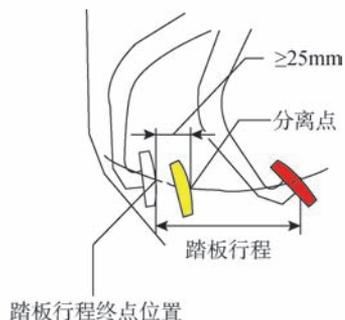

图 2-40 离合器分离点检查
检查离合器分离点	<p>(1) 检查离合器分离点。</p> <ol style="list-style-type: none"> 1) 拉紧驻车制动手柄并安装车轮止动楔。 2) 启动发动机并使其怠速运转。 3) 未踩下离合器踏板时, 缓慢移动换挡杆至倒挡, 直至齿轮接触 4) 逐渐踩下离合器踏板, 并测量从齿轮噪声停止点(分离点)到踏板行程终点位置的行程距离, 如图 2-40 所示。标准距离为 25mm 或更长(自踏板行程终点位置至分离点)。 <p>(2) 如果该距离不符合规定, 则执行以下程序:</p> <ol style="list-style-type: none"> 1) 检查踏板高度。 2) 检查推杆行程和离合器踏板的自由行程。 3) 对离合器管路进行放气。 4) 检查离合器盖和离合器盘